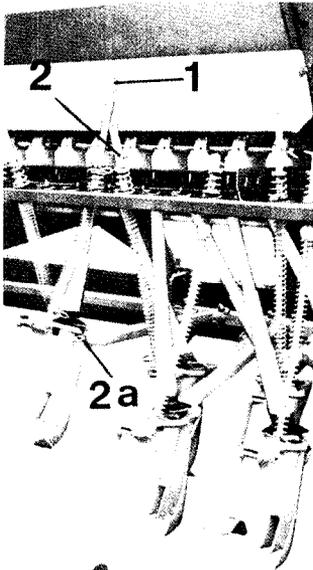
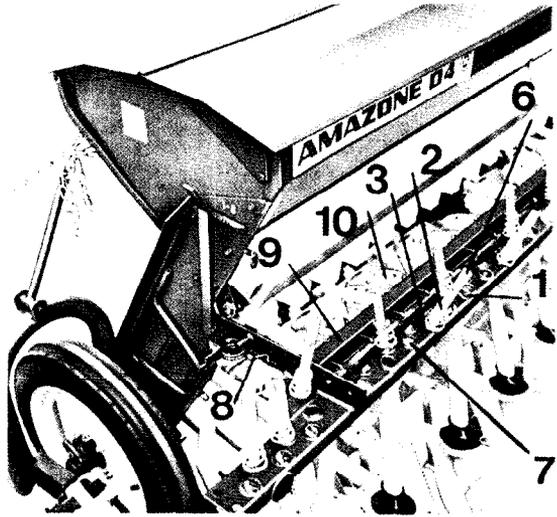
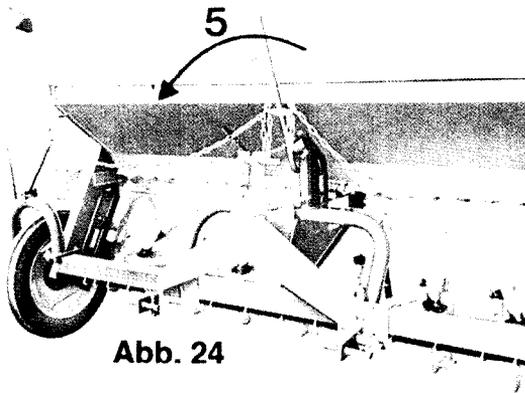

Abb. 22
Abb. 23
Abb. 24
Reicht beim Transport auf der Straße oder über Feldwege die Bodenfreiheit der Schare nicht aus, so sind die Schare einzeln durch die Schardruckstangen (Abb. 22/1) hochzuziehen und mit Federvorstecker (Abb. 22/2) zu sichern. In gleicher Art und Weise sind die Schare hochzuziehen, welche beim Drillen von bestimmten Saatarten, z. B. Rüben, nicht benötigt werden.
1. Den Federvorstecker (Abb. 23/1) an der Schardruckstange des zu verstellenden Schares lösen, die Scheibe (Abb. 23/2) und die Feder (Abb. 23/3) abnehmen.
3. Sicherheitsvorstecker (Abb. 22/2a), der das Saatrohr in dem Scharschuh hält, lösen. Drillmaschine am Deckelgriff nach vorn kippen (Abb. 24/5) oder durch die Hydraulik anheben. Dadurch fällt die Schardruckstange (Abb. 23/6) nach unten, und man kann sie nun in die passendere Aussparung (Abb. 23/7) der Lochschiene einschieben.
Die Feder (Abb. 23/3) und die Scheibe (Abb. 23/2) wieder über die Schardruckstange (Abb. 23/6) schieben und mit Federvorstecker (Abb. 23/1) sichern!
4. Die Feder (Abb. 23/8) an der linken und rechten Seite zurückdrücken und die Trichterschiene (Abb. 23/9) nach hinten ziehen. Den Trichter des jeweiligen Saatleitungsrohres (Abb. 23/10) entsprechend dem neu eingestellten Schar so umhängen, daß er annähernd waagrecht hängt. Anschließend die Saatleitungsrohre in den Scharen mit den vorher herausgezogenen Sicherheitsvorsteckern (Abb. 22/2a) befestigen.
Trichterschiene (Abb. 23/9) zurückschieben und beidseitig mit Feder (Abb. 23/8) sichern.